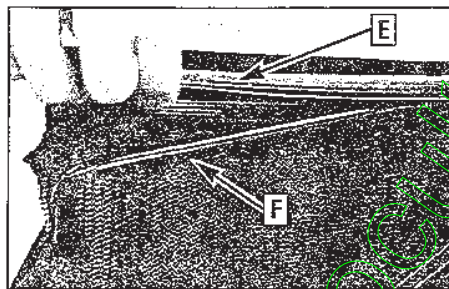

Figure 5-15
3. Le bac est monté sur le cadre en toile et sous la porte. Il est maintenu en place par quatre attaches en plastique (E, Figure 5-15). Retirez chaque attache en les tirant depuis une extrémité hors du cadre (F).
6. Appuyez sur chacune des quatre attaches en plastique du bac (E, Figure 5-15) pour les remettre en place.